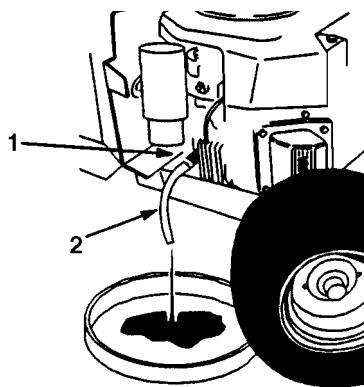

Fig. 19
5. Posate una bacinella sotto il tappo di spурго ed aprite il tappo girandolo in senso antiorario per $\frac{1}{8}$ di giro, quindi estraetelo (Fig. 19).